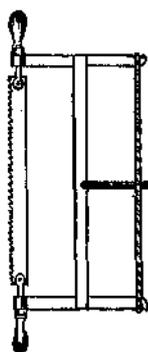

Fig. 51
*Serra de traçar* (Fig. 51). — Instrumento composto de uma lâmina larga de aço, dentada, presa numa armação de madeira constituída por uma haste (alfeisar), duas travessas (cabeceiras), dois "pernos" torneados, uma corda (cairo), que tem no centro um trabelho que a torce, ou uma haste de aço munida, numa das extremidades, de rosca e borboleta para esticar a serra.